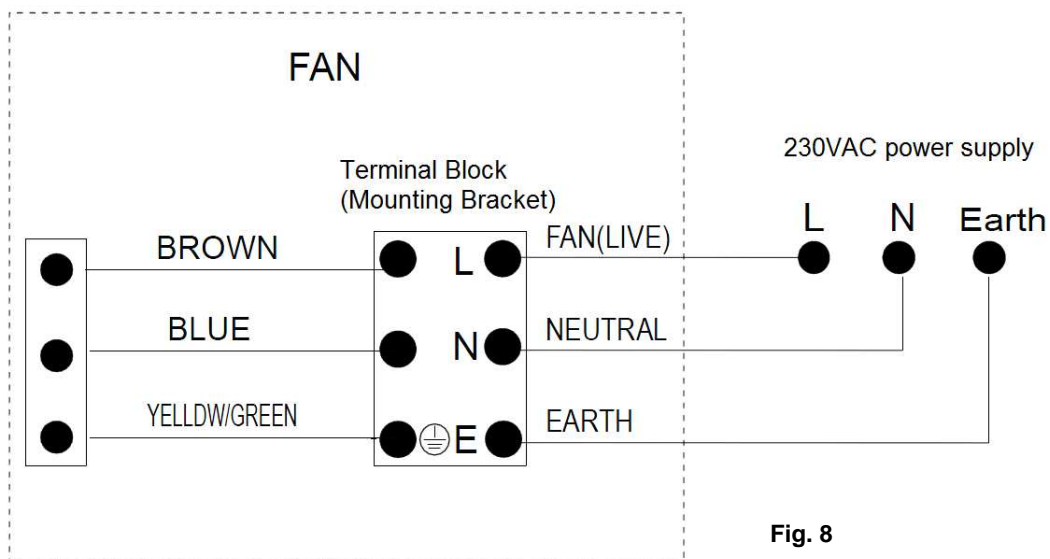

Fig. 8
- Consulte el diagrama de cableado para instalación de la conexión eléctrica. Fig.8
- Fare riferimento allo schema elettrico fornito per il collegamento elettrico / installazione. Fig.8